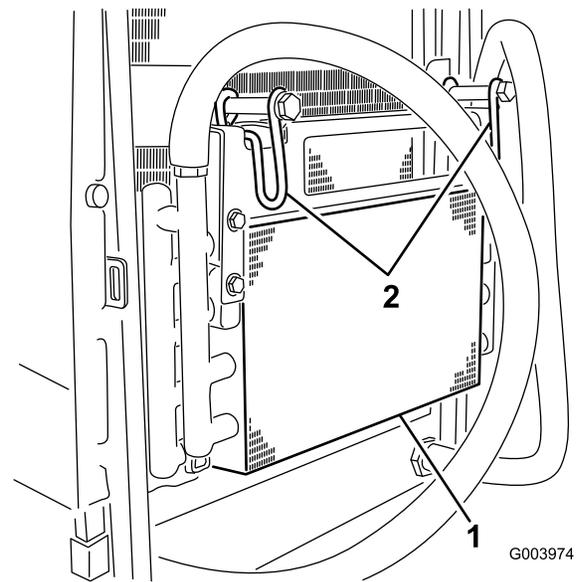

Figura 72
5. Girate i fermi verso l'interno per rilasciare il radiatore dell'olio (Figura 72).